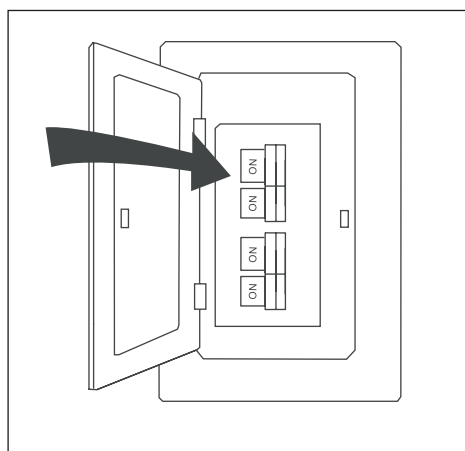

Figure 4.8
8. Rétablissez l'alimentation électrique entre le panneau central de disjoncteurs ou de fusibles et l'interrupteur mural (Figure 4.8). L'assemblage est terminé.